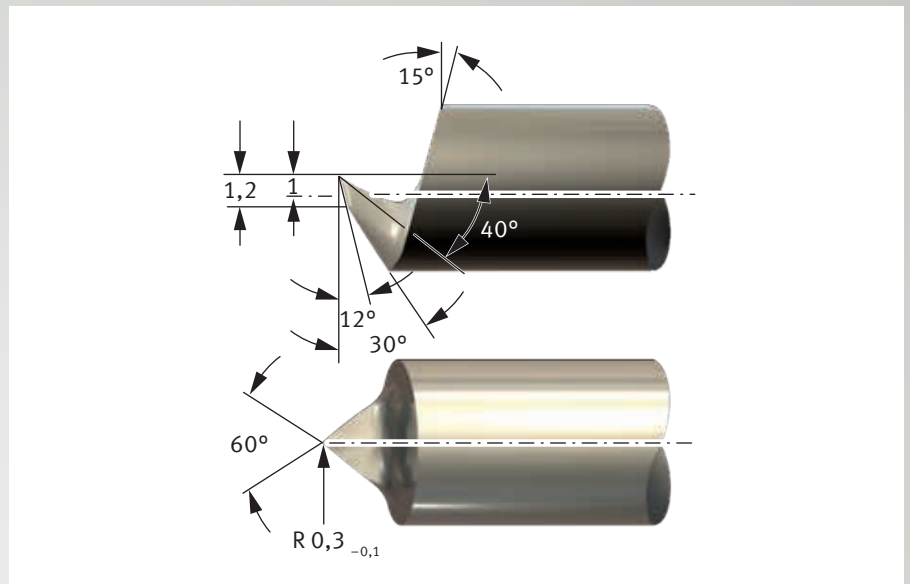

Abb. 66: Schneidwerkzeug für KS PERMAGLIDE® P22 und P202
- Hartmetallwerkzeuge (Abb. 66)